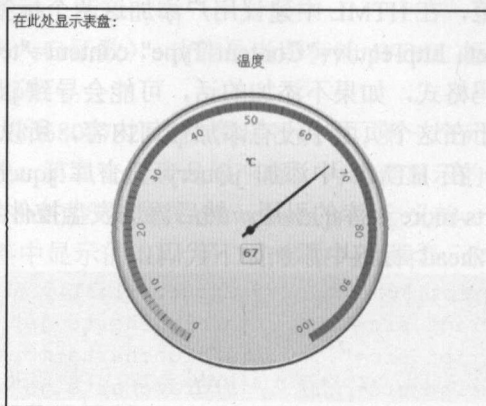

图 2.58 仪表显示界面
(5) 保存后, 双击 `dial.html` 文件访问该页面, 可以看到该表盘的指针值变化了, 显示效果如图 2.58 所示。